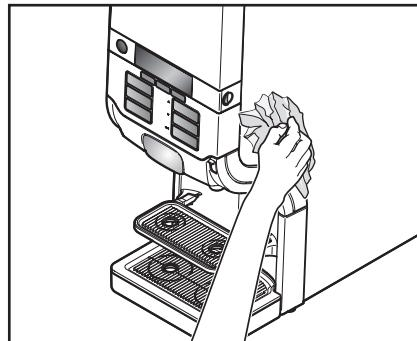

Рис. 28
6. Протереть наружные стенки автомата влажной чистой тряпкой. (Рис. 28)